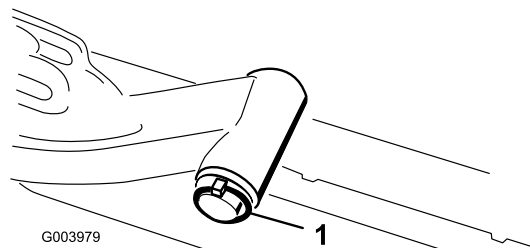

**Figure 9**
8. Pour les plateaux de coupe avant, poussez un plateau de coupe sous le bras de relevage tout en insérant l'arbre du bâti porteur dans la chape de pivot du bras de relevage (Figure 9).
- B. Insérez la chape du bras de relevage sur l'arbre du bâti porteur (Figure 9).